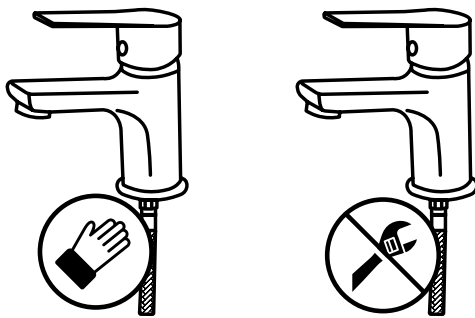

Рис. 2
**Гибкую подводку следует вкручивать в гнездо смесителя исключительно вручную (рис. 2), не применяя инструментов и не прилагая чрезмерных усилий, т.к. это может привести к повреждению как гибкой подводки, так и смесителя.**